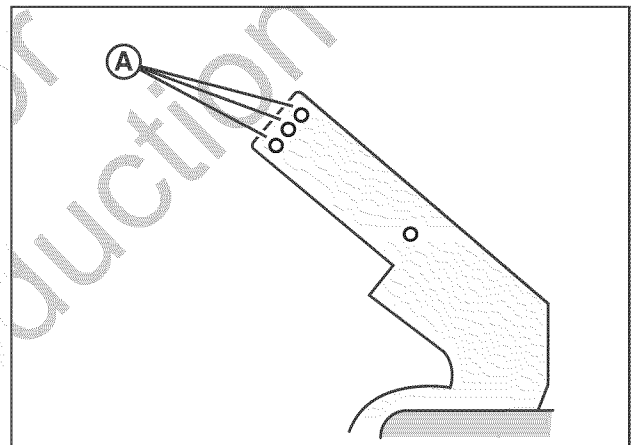

Figura 5: Orificios de ajuste de altura
2. Ajuste el mango hasta un orificio de ajuste de altura inferior o superior (A, Figura 5).